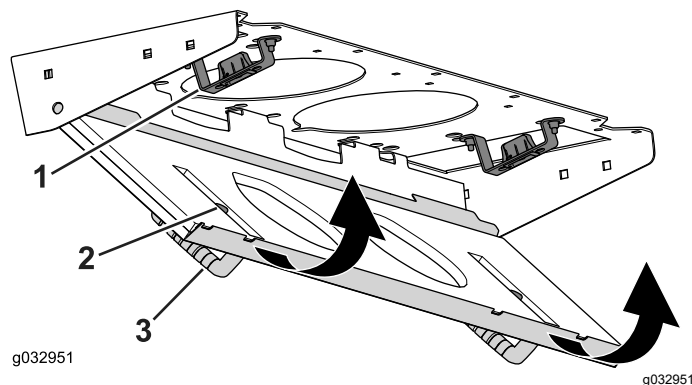

Figure 104
- Faites pivoter le filtre sur les languettes jusqu'à ce que le pêne s'enclenche dans la gâche (Figure 104).